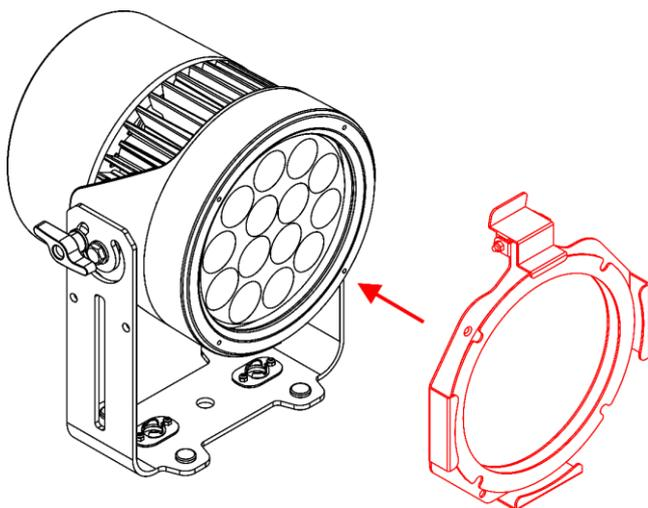

Abb. 07
- 01) Stecken Sie die Zubehörhalterung vorne auf dem Objektiv an den Raccoon (Abb. 07).